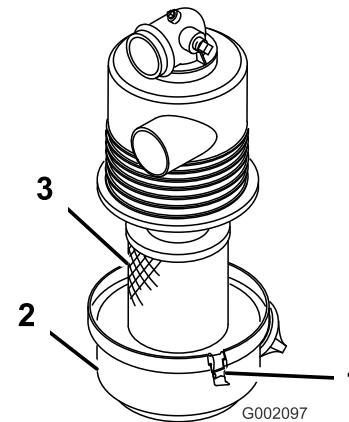

Bild 25
3. Lösen Sie die Riegel, mit denen die Abdeckung des Luftfilters am Luftfiltergehäuse befestigt ist und entfernen Sie die Abdeckung (Bild 25).
- Schieben Sie den Luftfiltereinsatz (Bild 25) vorsichtig aus dem Luftfiltergehäuse heraus.